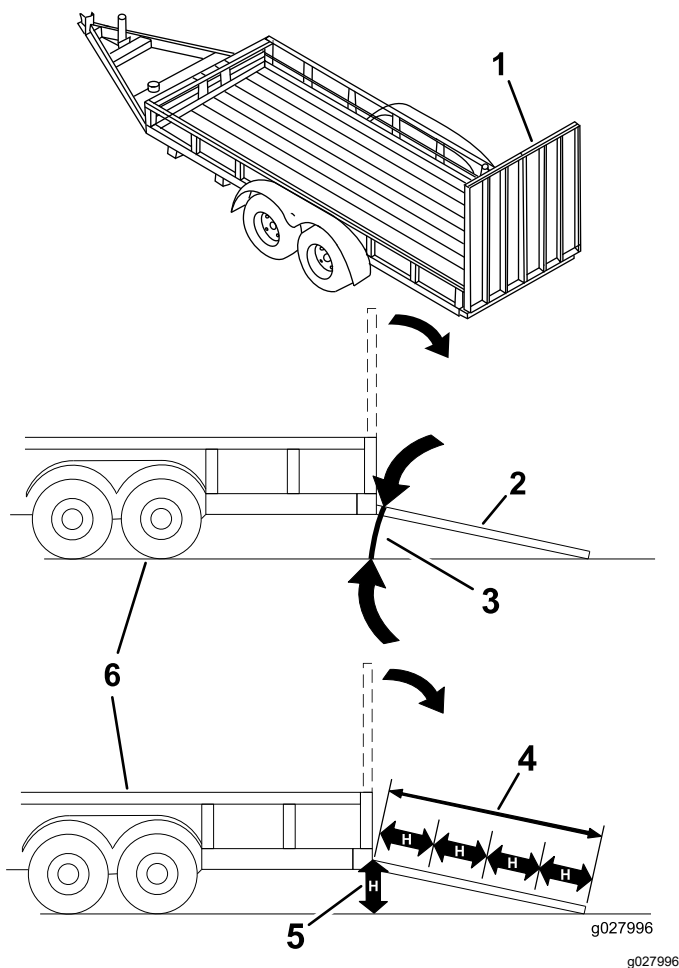

Figura 35
Încărcarea unei maini pe o remorcă sau un camion crete riscul de răsturnare i poate cauza răni grave sau moartea (Figura 35).
3. Coborâți rampa, asigurându-vă că unghiul dintre rampă și sol nu depășește 15 grade (Figura 35).
1. Coborâți rampa, asigurându-vă că unghiul dintre rampă și sol nu depășește 15 grade (Figura 35).